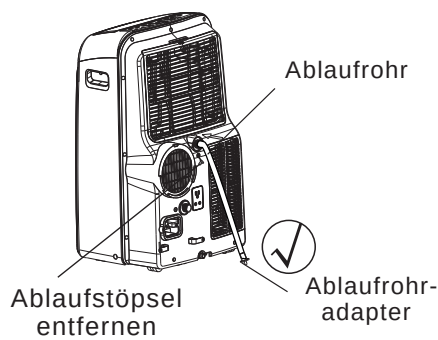
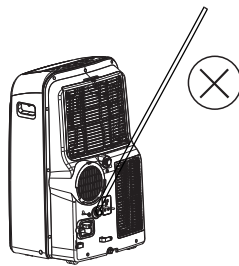

Abb.20a
Abb.21b
- Im Entfeuchtungsmodus entfernen Sie den Kondensatablaufstöpsel an der Rückseite des Geräts. Schließen Sie einen 3/4" Schlauch an den Kondensatablaufadapter (5/8" Anschluss, Innengewinde) an. Bei Modellen ohne Anschlussstück schließen Sie den Ablaufschlauch direkt an die Öffnung an. Legen Sie das offene Ende des Schlauchs direkt über einem Ablauf Ihres Fußbodens (Abb.20a).
WICHTIG: Vergewissern Sie, dass der Schlauch keine Lecke hat. Legen Sie ihn über einem Ablauf und vergewissern Sie, dass es keine Falten gibt, die den Wasserstrom verhindern könnten. Legen Sie das Schlauchende über dem Ablauf, indem Sie es vertikal aufstellen (Abb. 20a, 20b, 21a). Das Schlauchende nicht aufheben (Abb. 21b).